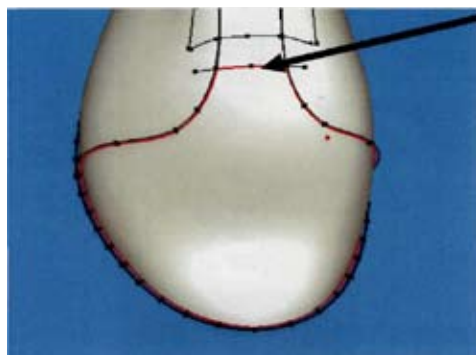

Рис. 31
- Выберите одну из линий очерчивающих часть носа, как показано на рис. 31, **левой** кнопкой мыши.